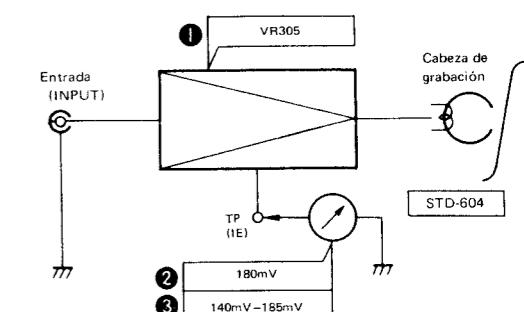

Fig. 12-14 Ajuste de la corriente de borrado
2. Si se excede de $0.6Vp-p$, puenteear la sección A mostrada en la Fig. 12-14.